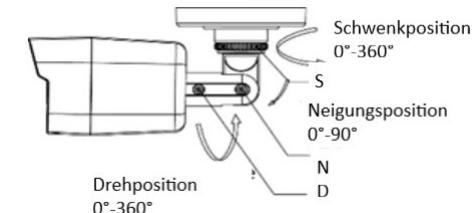

Abbildung 2-3 3-Achsenausrichtung
4. Stellen Sie die Kamera gemäß der Abbildung 2-3, um einen optimalen Blickwinkel zu erhalten.